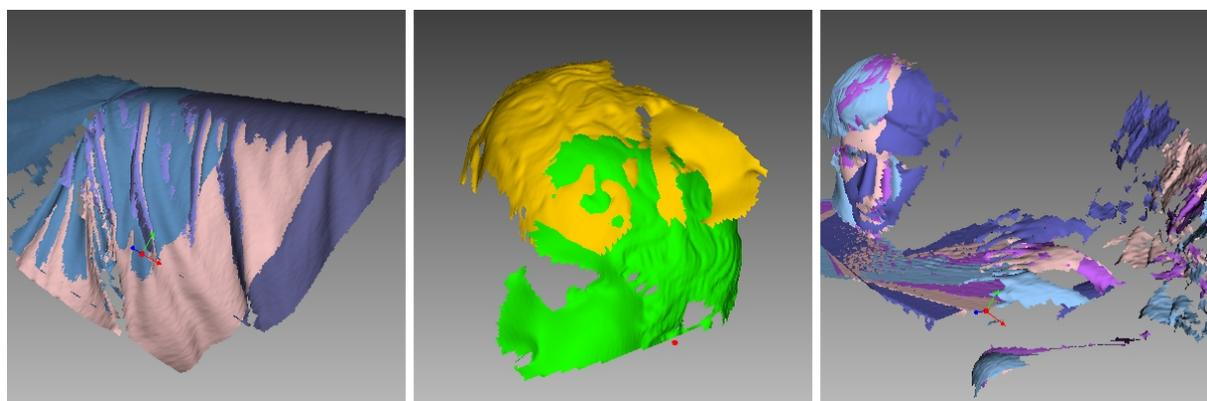

Рис. 9.1: Возможные ошибки сканов.
- Сдвиг поверхностей друг относительно друга (см. Рис. 9.1, слева) может происходить из-за недостаточного количества, малого размера геометрических особенностей на объекте или малого числа полигонов в кадре.
- Некорректно совмещенные части (см. середину Рис. 9.1) появляются, если алгоритм совмещения в режиме реального времени некорректно определил положение нового кадра относительно предыдущих.
- Попадание в кадр посторонних объектов (см. Рис. 9.1, справа).